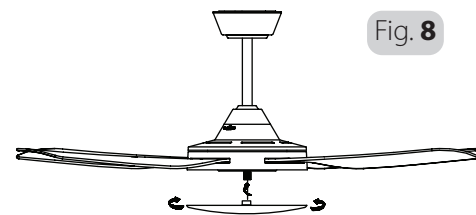

Fig. 8
10. Bei Modellen ohne Beleuchtung wird die untere Abdeckung befestigt, indem sie gegen die Unterseite des Motors ausgerichtet und im Uhrzeigersinn gedreht wird. Siehe Abb. 8
10. For non-light models; attach the bottom cover (down cover) by aligning up against the bottom of the motor and twisting in a clockwise direction. Refer Fig. 8
10. Pour les modèles sans système d'éclairage, fixez le couvercle inférieur en l'alignant avec la partie inférieure du moteur et en le faisant tourner dans le sens horaire. Voir Figure 8
10. Per modelli senza luce; attaccare la copertura inferiore (coperchio inferiore) allineandola con il fondo del motore e ruotandolo in senso orario. Vedere fig. 8
10. Bij modellen zonder verlichtingsset: bevestig de bodemplaat door deze tegen de onderkant van de motor aan te drukken en met de klok mee te draaien. Zie fig. 8
10. Para modelos sem luz; prenda a cobertura inferior (cobertura descendente) ao alinhar a mesma em relação à parte de baixo do motor e girando no sentido dos ponteiros do relógio. Consulte Fig. 8